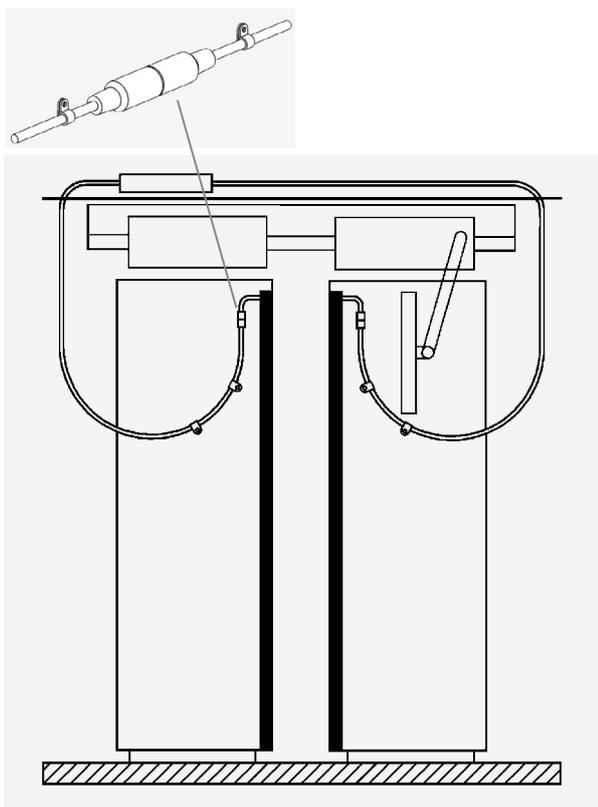

Fig. 1: éviter de trop serrer les colliers de serrage
5. Par sécurité, ouvrir et fermer manuellement les portes de manière à vérifier que le câble d'extension (O15 199) a suffisamment de jeu afin d'éviter tout accrochage par les portes de l'ascenseur lorsque celles-ci sont en mouvement ou lors du mouvement de l'ascenseur. Voir Fig. 1